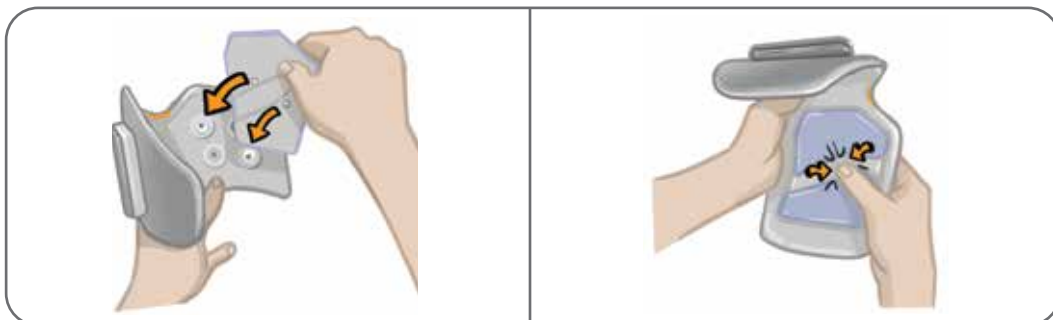

Figure 6-4 : Alignement et fixation de l'électrode à installation rapide
5. Vérifiez que les protections encliquetables du manchon sont en place. Alignez les pressions orange et bleu de l'électrode à installation rapide avec les prises orange et bleu de la jambièrre. Reportez-vous à la figure 6-4.
6. Appuyez fermement pour enclencher l'électrode à installation rapide dans la jambièrre. Reportez-vous à la figure 6-4.